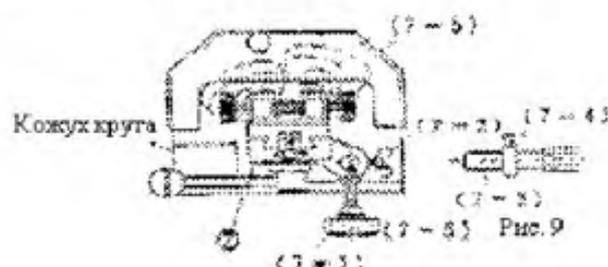

Рис. 9
4. Сборка приспособления для заточки (см. Рис. 9).